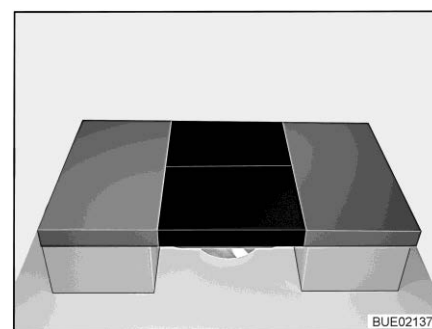

Fig. 167 Dopo la trasformazione
- Posizionare due cuscini aggiuntivi sul tavolo (vedi Fig. 167).